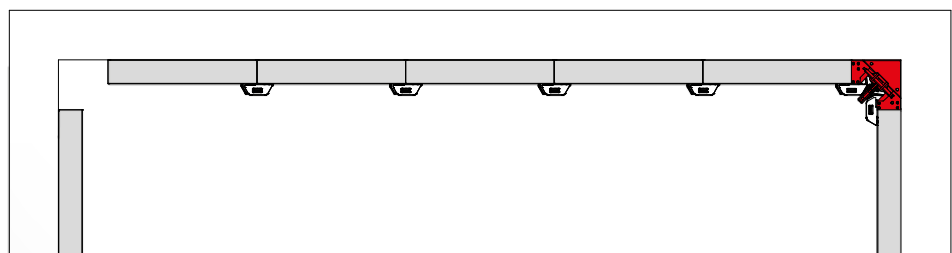

Fig. 35.3
3. Tirar hacia arriba el esquinero desencofrante hacia arriba y desencofrar los paneles (Fig. 35.3).